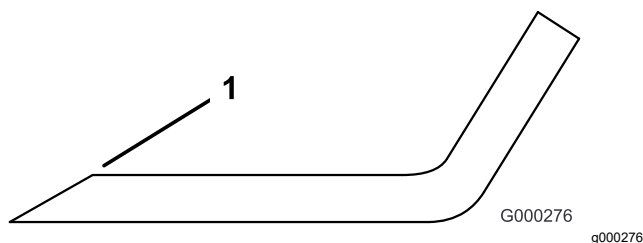

Figura 95
- Esaminare l'affilatura di tutte le lame e affilate se risultano smussate o scheggiate (Figura 95).
Nota: Affilate soltanto la parte superiore del tagliente e mantenete l'angolo di taglio originale per garantire l'affilatura (Figura 95). La lama resta bilanciata soltanto se viene rimossa una quantità uguale di metallo da entrambi i taglienti.